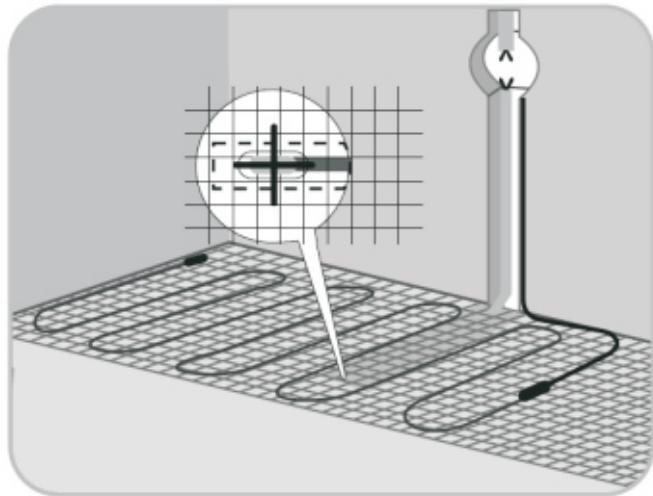

Рисунок 3
9. Уложите нагревательный мат. Проследите, чтобы место расположения датчика температуры оказалось на равном расстоянии между витками нагревательного кабеля (рисунок 3).
10. Вывести установочные провода «НМ», к месту расположения терморегулятора через канавку, подготовленную в стене (рисунок 3). Проверить отсутствие обрывов. Для проверки повреждений нагревательного мата и датчика температуры в процессе укладки необходимо обязательно измерить сопротивление нагревательного мата и датчика температуры. Их значение должны соответствовать паспортным данным.